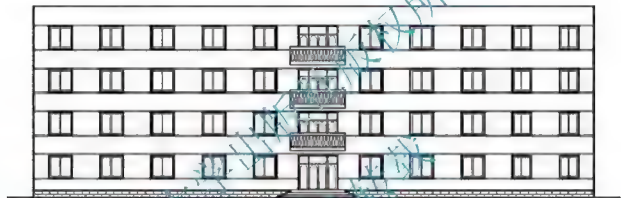

图 4.74 填充图案
⑧ 按 Enter 键返回【图案填充和渐变色】对话框。单击【预览】按钮,观察填充效果,按 Esc 键再次返回【图案填充和渐变色】对话框。单击【确定】按钮关闭对话框,结果如图 4.74 所示。